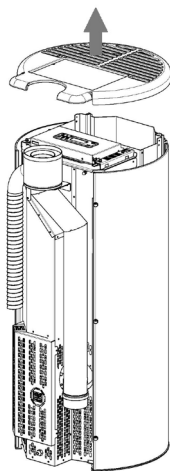

Fig. 72 - Αφαίρεση καλύμματος
- Αφαιρέστε το κάλυμμα από χυτοσίδηρο (βλέπε **Fig. 72**).